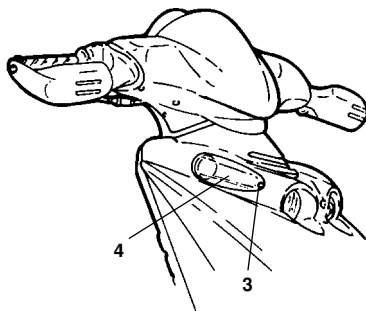

Fig. 49
- Procedere nello stesso modo, appena descritto, ma prima svitare la vite (3 - Fig. 49) e rimuovere il coperchietto trasparente (4 - Fig. 49).
- *Proceed as explained above, but first remove the screw (3 - Fig. 49) and the transparent screen (4 - Fig. 49).*